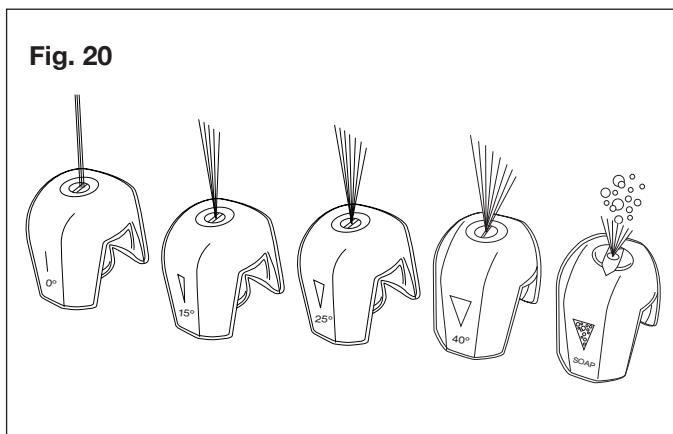

Fig. 20
5. Seleccione la boquilla adecuada para el trabajo (Fig.20):